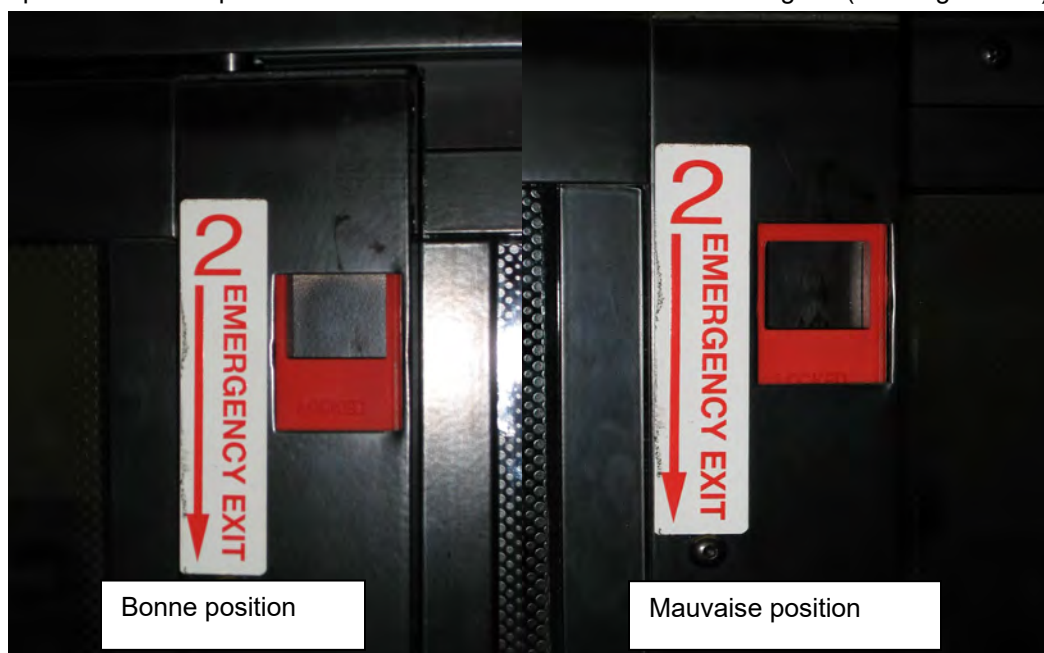

FIGURE 107 : POSITION CORRECTE DU LOQUET DE BLOCAGE
6. S'assurer que les deux loquets sont en position fermée (verrouillée). Le bord supérieur de l'ouverture du loquet et le bord supérieur de l'ouverture du châssis doivent être alignés (Figure 107).